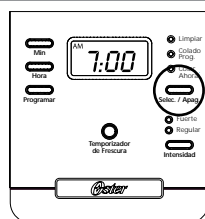

figura 7
3. Para activar el ciclo de colado programado y programar su cafetera para colar café posteriormente, oprima el botón “Selec./Apag.” dos veces para seleccionar la función de Colado Programado (Figura 7). La luz de demora de colado “Colado Programado” se encenderá. Ahora la cafetera está lista para colar café automáticamente más tarde a una hora preseleccionada. Ahora se encenderá la luz de intensidad de colado “Intensidad”. Usted puede seleccionar la intensidad que desee oprimiendo el botón de intensidad de colado “Intensidad”.